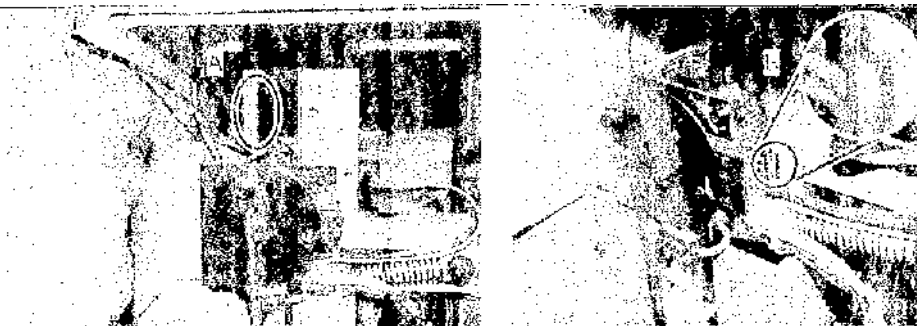

Рис. 117: Смазывание направляющей подъемника
3. Смазать силиконовой смазкой направляющую подъемника с левой (рис. 117/А) и с правой стороны (рис. 117/В) шарикового подшипника.
Поэтому следует смазать верхнюю часть (рис. 117/А) с левой стороны направляющей подъемника и несколько раз поднять опустить подъемник.